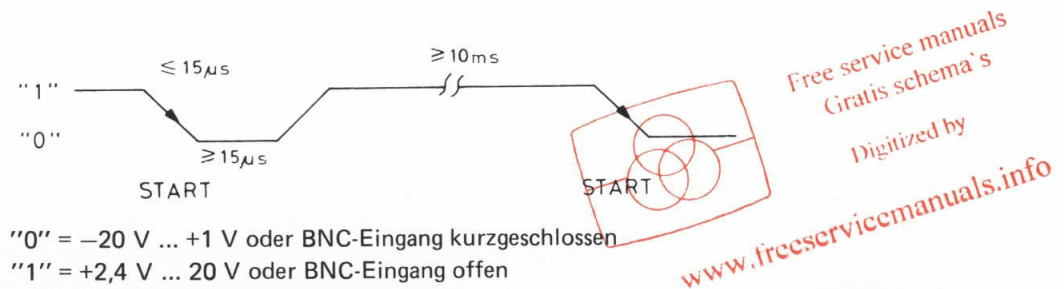

Abb. 14. Startimpuls für den EXT-START-Eingang
- zum Starten der Messung muss dieser Eingang niedrig gemacht werden (siehe Abb. 14). Der EXT-Starteingang ist galvanisch von der Messschaltung getrennt.